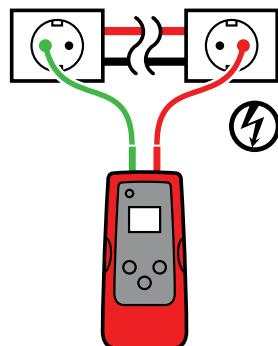

Rysunek 3.1e
5. Zielony symbol celu wskazuje, że odbiornik znajduje się bezpośrednio nad przewodem (patrz Rysunek 3.1e). Jeśli odbiornik nie zablokuje pozycji przewodu, zmniejsz czułość znakiem "-" na klawiaturze lub ustaw nadajnik na transmisję w trybie sygnału NISKI.